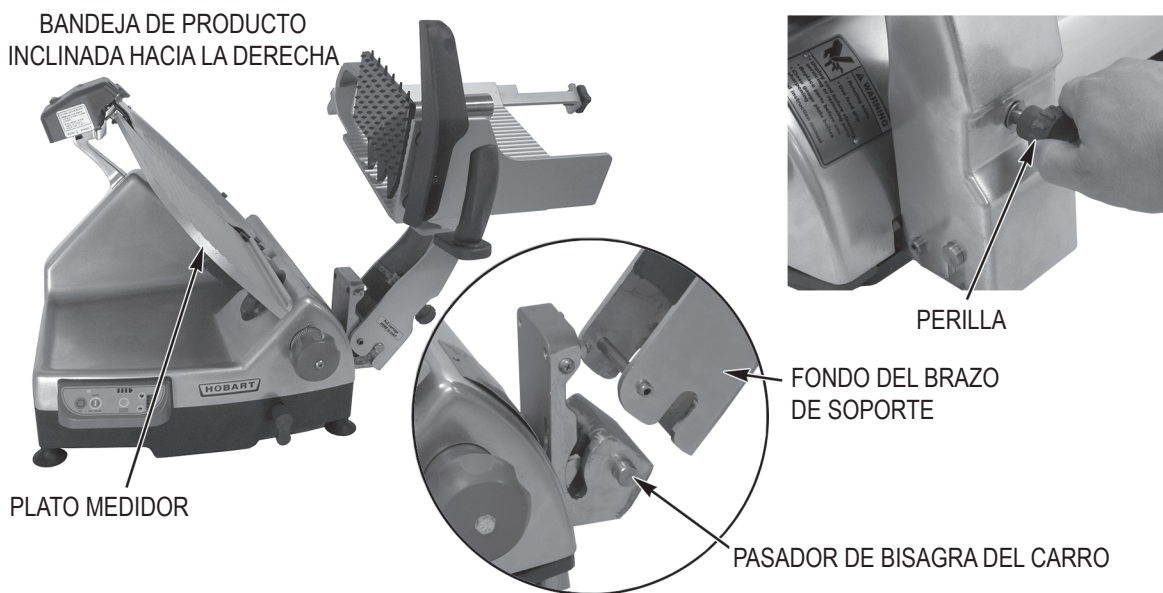

Fig. 9
- Afloje la perilla (Fig. 9) en el brazo de soporte. Incline la bandeja de producto hacia la derecha (Fig. 9).